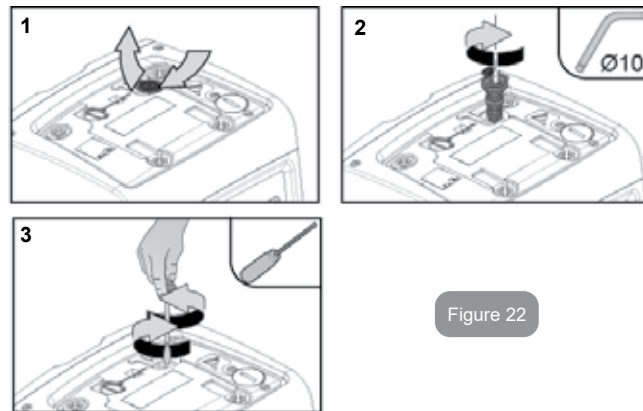

Figure 22
2. lever la couverture en caoutchouc du bouchon d'accès à l'arbre moteur (fig. 22);
3. à l'aide d'une clé hexagonale de 10 mm, retirer le bouchon d'accès à l'arbre moteur (fig. 22);
4. introduire un tournevis à tête plate dans l'encoche de l'arbre moteur et manœuvrer dans les 2 sens de rotation (fig. 22);